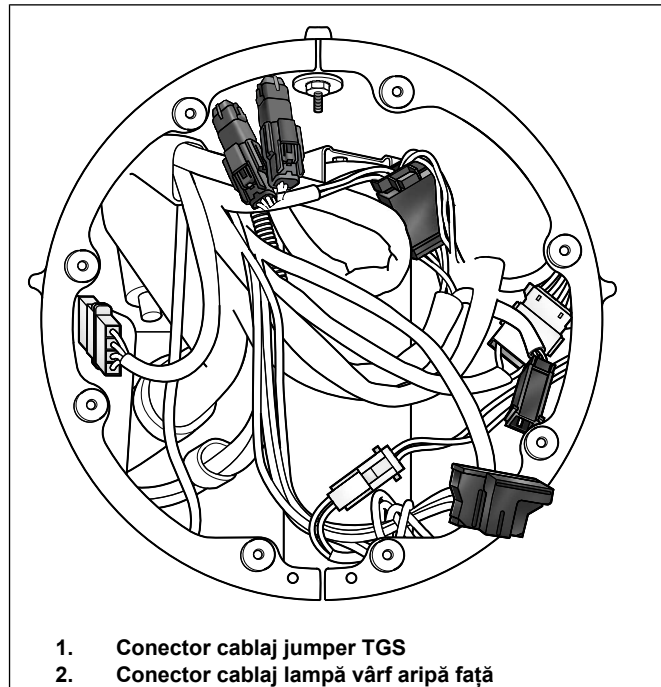

Figura 8. Cablarea farului Road King
- a. A se vedea figura 8. Localizați cablurile luminii de pe vârful aripii.
- A se vedea figura 8. Localizați cablurile luminii de pe vârful aripii (2).
- A se vedea figura 8. Conectați conectorul TGS la jumătate de la mânerul din dreapta la jumătatea conectorului cablajului (1).